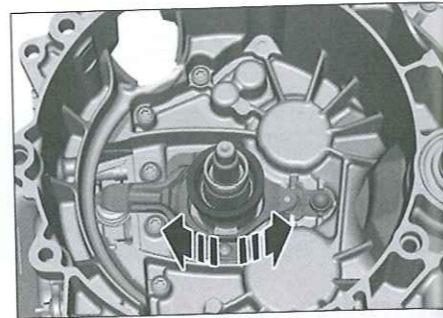

Fig. 9
- Comprobar girando si está correctamente montado y si las ranuras están correctamente engranadas (Fig.9).
- Si el embrague ha sido sustituido, la arandela de reglaje debe encontrarse debajo del tope (Fig.9).